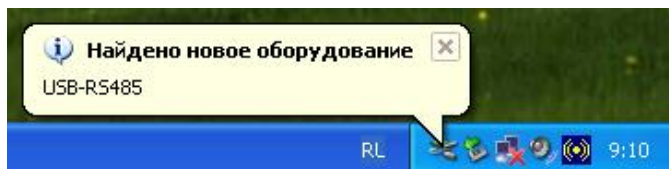

Рисунок 5
- Появится сообщение «Найдено новое оборудование USB - RS-485» (см. рисунок 5).